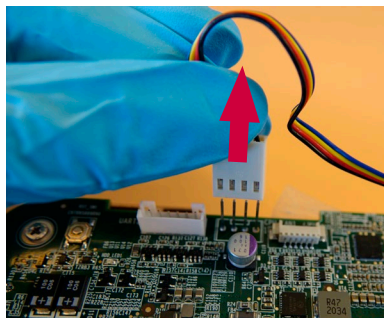

图 28 断开风扇电缆
- a) 断开风扇接头 (图 28)
- g) 连接风扇电缆 (见图 12 和图 28)